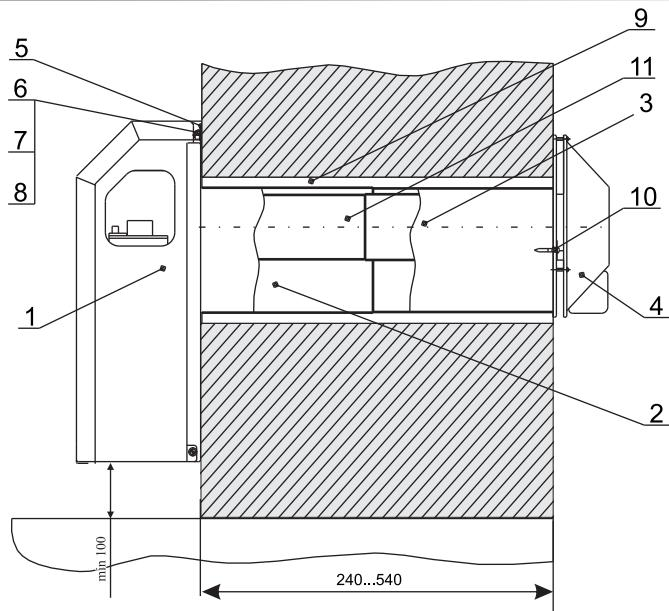

Рис. 2. Установка конвектора
6.3.1. В наружной стене здания согласно рис.2 пробить горизонтальный канал диаметром 230 мм. С целью обеспечения возможности обслуживания дымовоздушного блока в процессе эксплуатации конвектора, рекомендуется разместить канал в непосредственной близости от окна, но с учетом действующих ограничений (см. табл. 3). При этом необходимо учитывать, что для обеспечения установки и снятия конвектора, а также для снятия и установки газогорелочного устройства перед фронтом конвектора на расстоянии не менее 580 мм от стены и на расстоянии не менее 750 мм от оси канала в направлении автоматики безопасности не должно быть никаких строительных элементов или стационарно установленного оборудования.
6.3.2. Установить патрубок воздуховода 2 (рис. 2) на оси канала горизонтально так, чтобы торец выступал над внутренней плоскостью стены на 25 мм и зафиксировать патрубок деревянными клиньями, во избежание его деформации.
6.3.3. Установить газоход наружный 4 (рис.2) заподлицо с внешней плоскостью стены горизонтально по оси канала, совместив при этом вставку 3 и воздуховод 2. (разрывы в соединениях не допускаются), и зафиксировать деревянными клиньями.
6.3.6. Зафиксировать на стене шпильки крепления конвектора (рис.2).
6.3.8. Установить конвектор проушинами 5 (рис.2) на шпильки крепления 6 (рис.2), соединив при этом патрубок дымохода с фиксированным патрубком газохода наружного. Патрубок воздуховода 2 (рис.2) разместить в кольцевом пазе конвектора на прокладку (базальтовый шнур). Выставить вертикально конвектор и закрепить его гайками п.6, обеспечивая при этом плотный и герметичный прижим конвектора к воздуховоду. Установить прижимы и закрепить ими воздуховод в пазе конвектора.